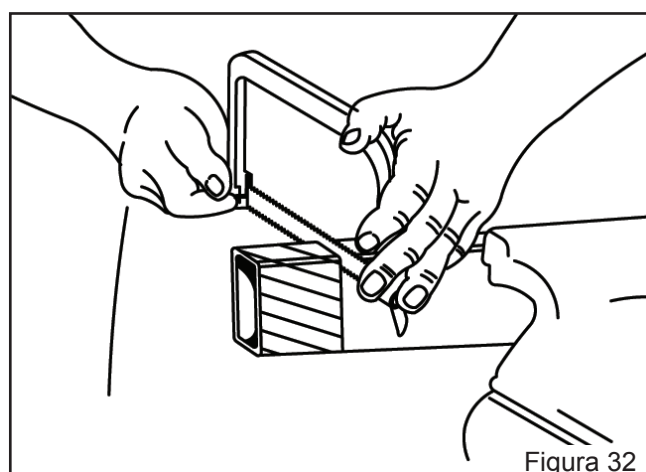
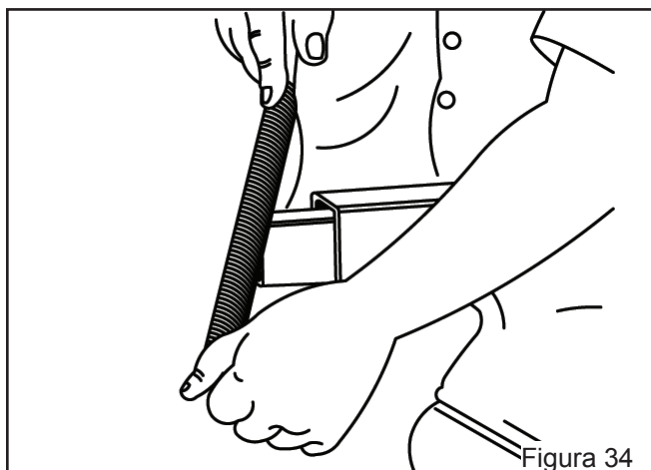

Figura 32
Figura 34
- Efetue o corte nos pontos marcados conforme orientação (Figura 32 e 33), após o corte dê o acabamento nas partes com lima (Figura 34) e lubrifique com uma camada fina de graxa. Efetue o corte necessário no tubo da capa de proteção. Monte novamente a capa de proteção no cardan.